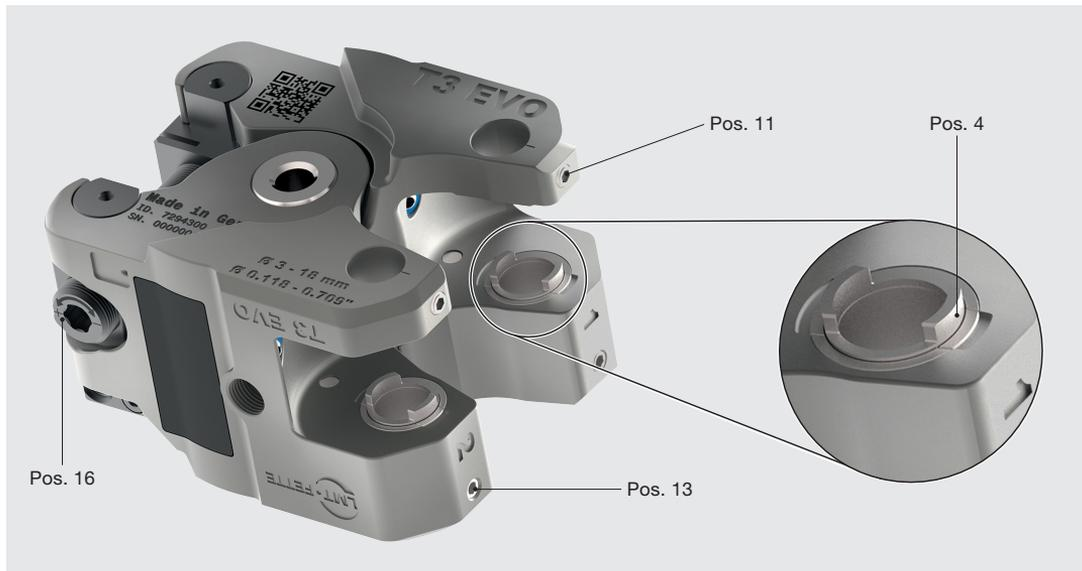

Abb. 6: Getriebebestellung überprüfen
6. Die Sichtüberprüfung muss der Abbildung 6 entsprechen, nur dann ist das Getriebe synchronisiert.
Die Übersicht verbessert sich durch den Ausbau beider Rollenachsen und ist daher gerade für Ungeübte zu empfehlen, siehe Abb. 6.